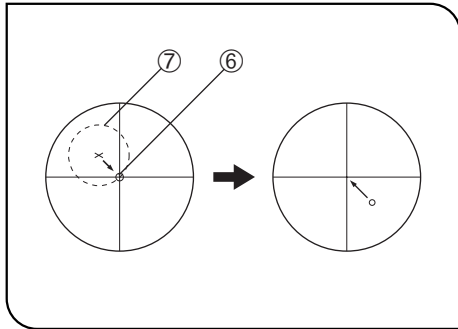

Fig. 21
9. Centrage de la platine tournante (Fig. 21 & 22)